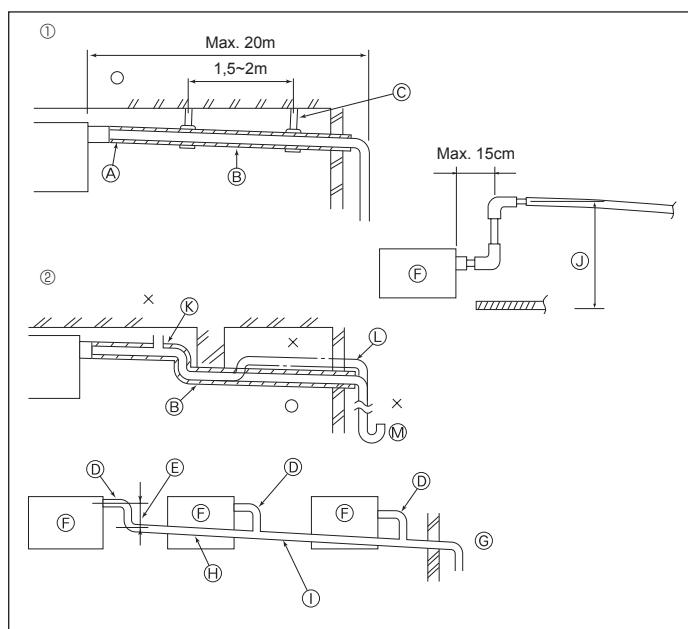

Fig. 3-4
- ① Enrouler le cache-tuyaux de grande dimension fourni autour du tuyau de gaz, en s'assurant que l'extrémité du cache-tuyaux touche le côté de l'appareil.
- ② Enrouler le cache-tuyaux de petite dimension fourni autour du tuyau de liquide, en s'assurant que l'extrémité du cache-tuyaux touche le côté de l'appareil.
- ③ Fixer les deux extrémités de chaque cache-tuyaux à l'aide des bandes fournies. (Attacher les bandes à 20 mm des extrémités des cache-tuyaux.)
3.4. Mise en place du tuyau d'écoulement (Fig. 3-4)
① Tuyautage correct
② Tuyautage erroné
③ Isolant (9 mm ou plus)
④ Pente descendante (1/100 ou plus)
⑤ Support métallique
⑥ Soufflerie d'air